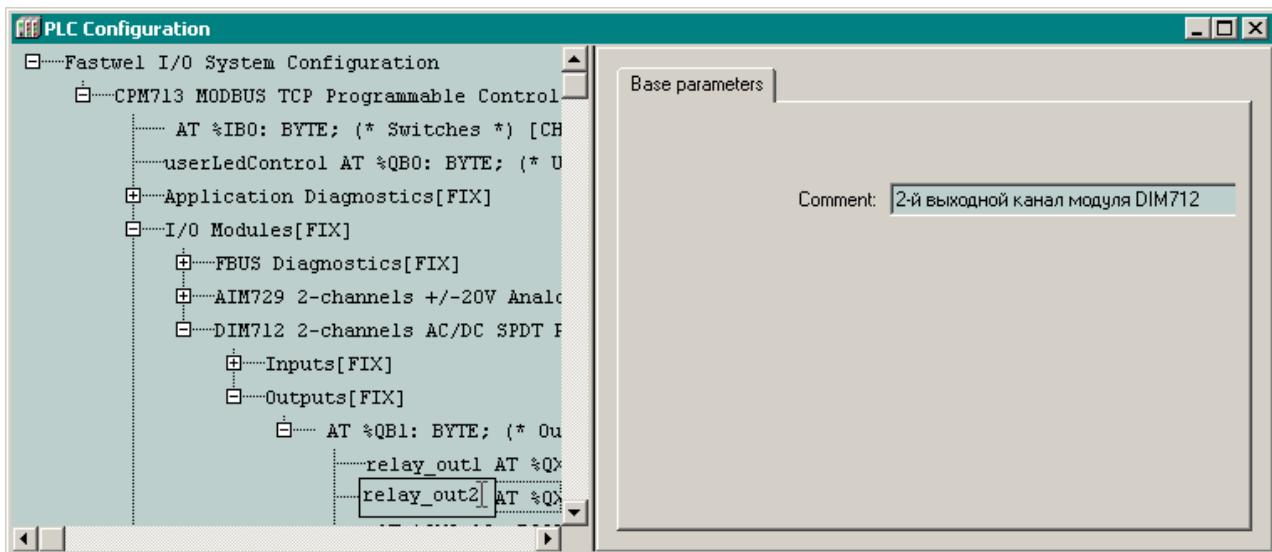

Рис. 17. Создание символьических имен для каналов дискретного вывода модуля DIM712
1. Раскройте элемент *DIM712 2-channels AC/DC SPDT Relay Output Module* дерева конфигурации, после чего раскройте дочерний элемент *Outputs* и канал *OutputsControl*, как показано на рис. 17.